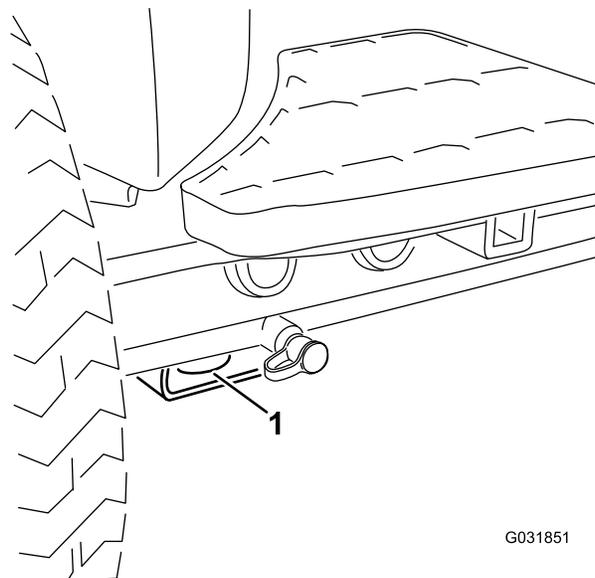

Рисунок 68
- В передней части – используйте отверстие в прямоугольной подкладке под трубой моста внутри каждого переднего колеса (**Рисунок 68**)